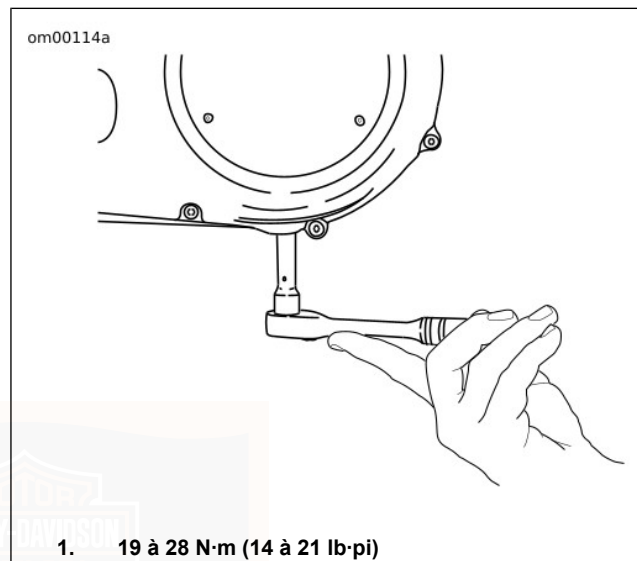

Figure 30. Dépose/installation du bouchon de vidange du carter de chaîne primaire
3. Voir la Figure 30. Déposer le bouchon de vidange magnétique du fond du couvercle de carter de chaîne primaire intérieur. Vidanger le lubrifiant dans un récipient approprié.